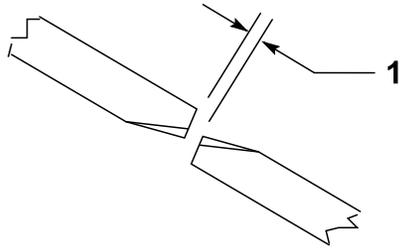

Figura 28
Para asegurar la operación correcta de la unidad de corte, debe haber una separación de 10-16 mm (0.38"-0.62") entre los extremos de las cuchillas de las carcasas de corte laterales y central (Figura 28).
2. Gire una cuchilla central y una cuchilla lateral de manera que las puntas estén alineadas. Mida la distancia entre los extremos de las cuchillas (Figura 28).